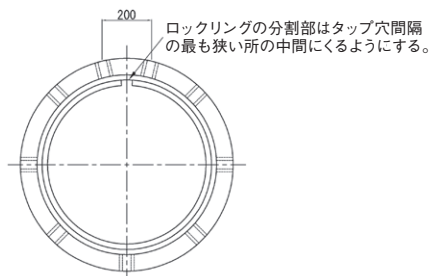

図 60 ロックリングのセット
- 2) ロックリングを受口溝内に預け入れ、UF 形継手用拡大器で拡大する。この時、ロックリング分割部がセットボルト用タップ穴の間隔の最も狭いところの中間にくるようにする (図 60)。